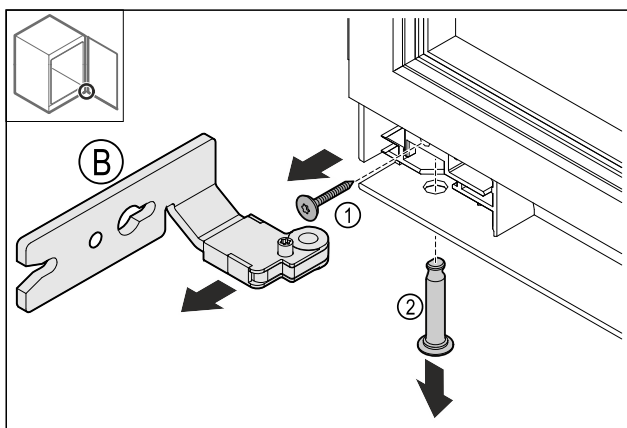

Fig. 16
- Odstraňte šroub Fig. 16 (1).
- Odstraňte čep Fig. 16 (2).
- Odstraňte závěs Fig. 16 (B).